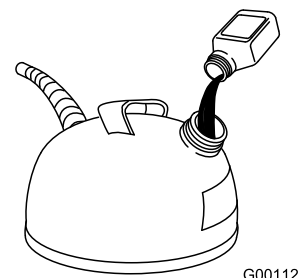

Figure 18
2. Ajoutez de l'huile pour moteur à deux temps en vous reportant au tableau ci-dessous (Figure 18) :